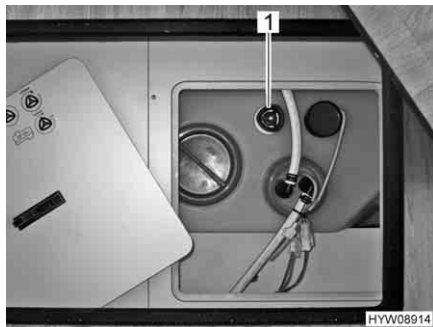

Fig. 163 Serbatoio dell'acqua con maniglia girevole
- Sul serbatoio dell'acqua, ruotare la maniglia girevole (Fig. 163,1) in senso orario fino all'arresto.
- Sul serbatoio dell'acqua, ruotare la maniglia girevole (Fig. 163,1) in senso antiorario fino all'arresto (rotazione di circa 3/4). L'acqua fuoriesce fino a ca. 20 litri.
- Sul serbatoio dell'acqua ruotare la maniglia girevole (Fig. 163,1) in senso antiorario, oltre la resistenza verso l'esterno fino all'arresto (circa 2 giri), per aprire completamente l'apertura di scarico.